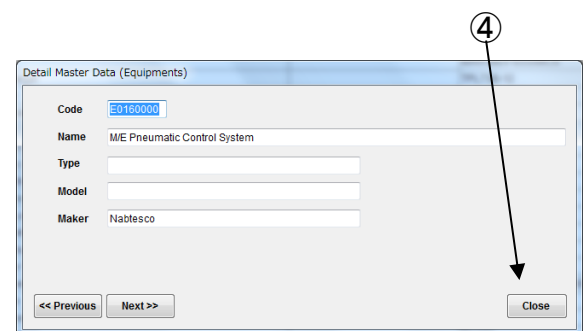

図 13-3 Detail Master Data 画面
(2) [Detail Master Data]ボタンを選択すると“Master ダイアログ”(図 13-3) が表示されます。
(3) データ変更はできません。
- (3) “Master [Stores] 画面”(図 13-3) が表示され、画面中にマスターに登録された全ストア情報が表示されます。